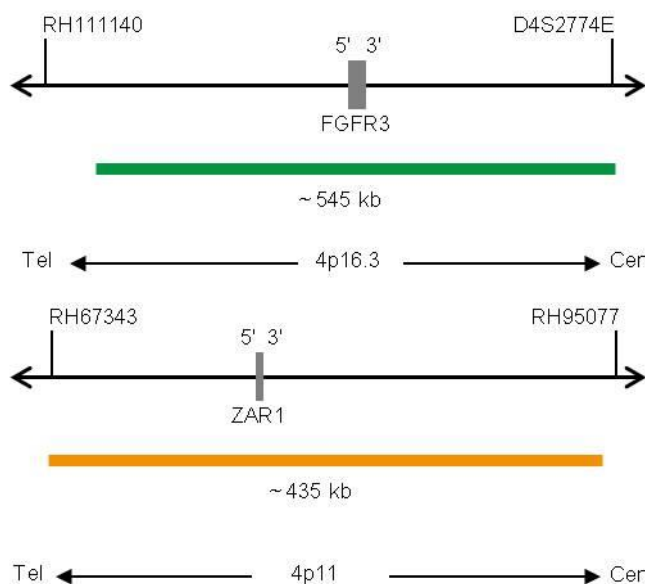

Fig. 1 : Carte de la sonde SPEC FGFR3, Carte de la sonde SPEC 4p11 (pas à l'échelle)
- Polynucléotides marqués au ZyGreen (excitation 503 nm/émission 528 nm) (~10.0 ng/μl), qui ciblent une séquence de 4p16.3* (chr4:1,531,083-2,073,649) hébergeant la région génétique FGFR3 (voir figure 1).
- Polynucléotides marqués au ZyOrange (excitation 547 nm/émission 572 nm) (~4.5 ng/μl), qui ciblent une séquence de 4p11* (chr4:48,329,914-48,762,386) (voir figure 1).